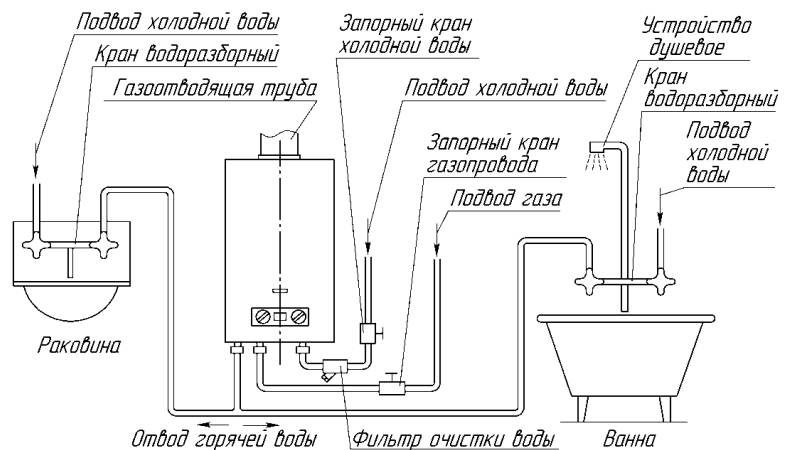

Рисунок 6. Схема установки аппарата
7.1.10. Схема установки (подключения) аппарата приведена на рис. 6. Рекомендуется сначала подключить аппарат к водопроводной сети, заполнить систему аппарата водой и затем подключить его к газовой сети.
7.3.1. Для увеличения срока службы аппарата и улучшения его эксплуатационных характеристик рекомендуется устанавливать перед аппаратом фильтр очистки воды (рис. 6).
7.3.2. Для облегчения последующего технического обслуживания необходимо установить перед аппаратом запорный кран на трубопроводе подвода холодной воды (рис. 6). Запорный кран должен быть легко доступен.